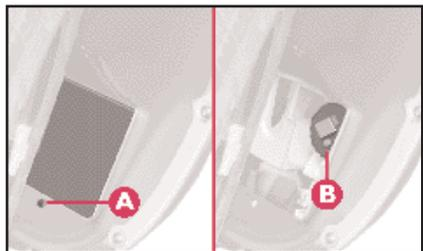

fig. 17
2) Dévisser la vis **A** (fig. 17) du couvercle sur le passage de roues.